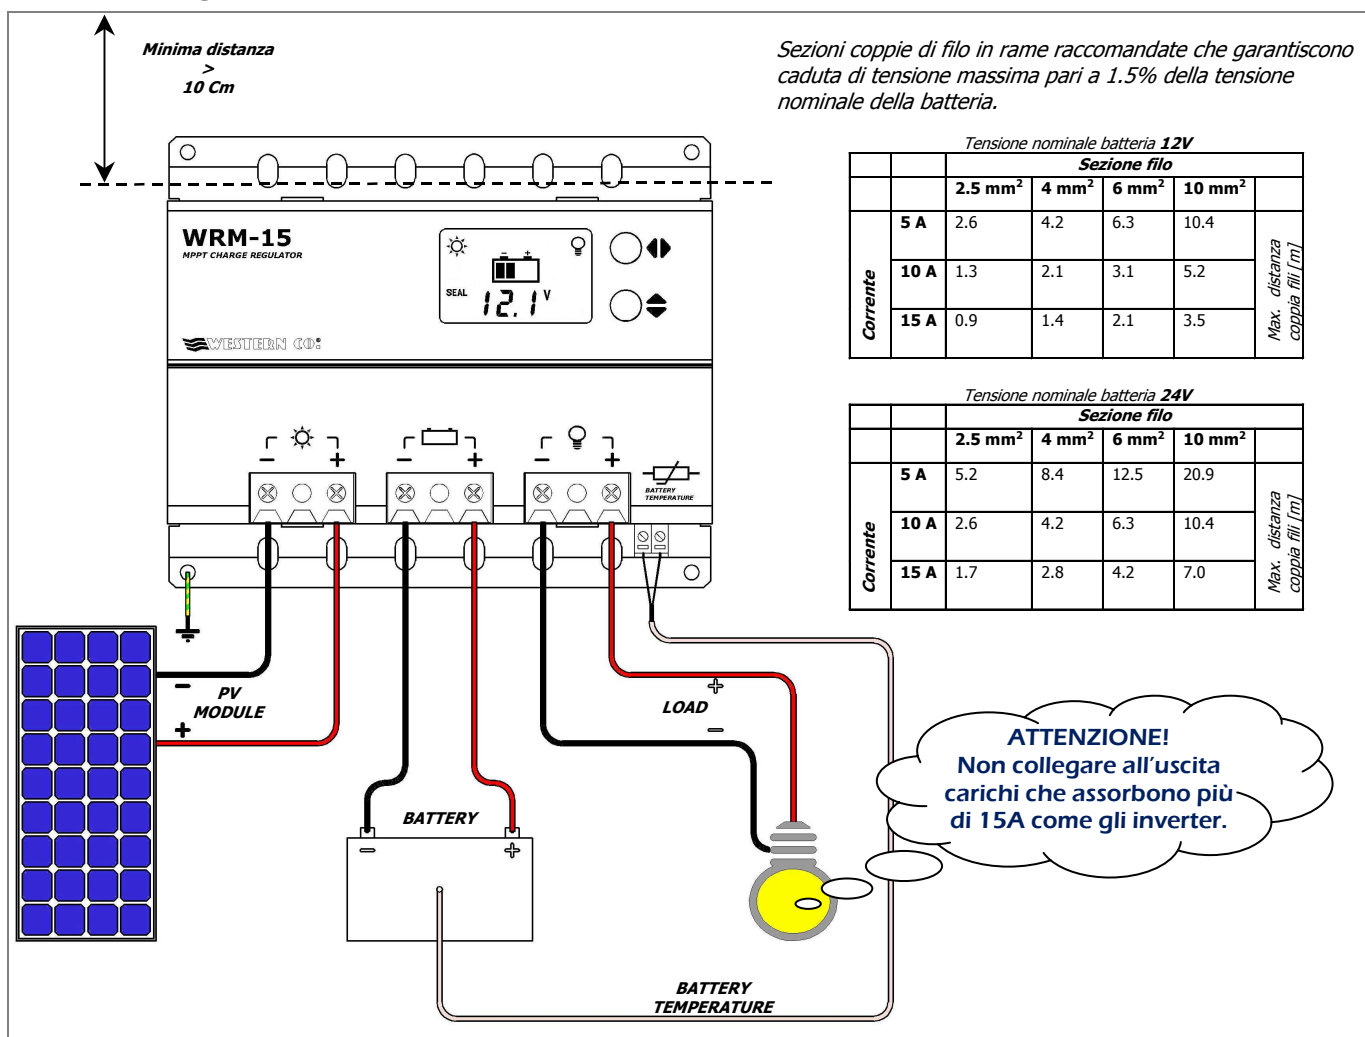

Fig. 2 Schema di collegamento
- 2) Collegare nell'ordine: carico, sonda per misura temperatura batteria (in dotazione), modulo PV e per ultimo la batteria come nello schema fig. 2. Alla connessione della batteria il regolatore si accende e inizia a funzionare. Impiegare sezioni di cavo appropriati come indicato in fig. 2.
Appena realizzati i collegamenti come in fig. 2 è necessario procedere al collaudo del sistema.